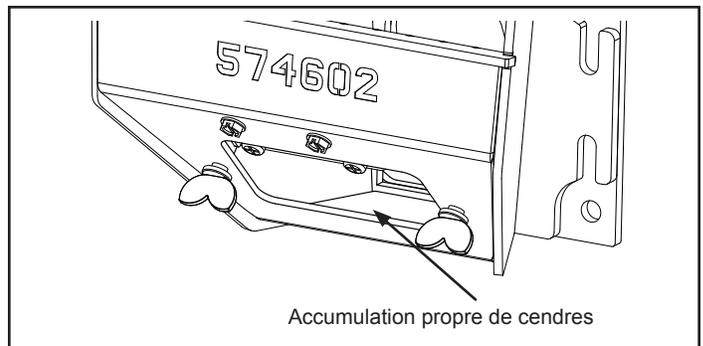

Figure 2.8
- Retirer le couvercle de nettoyage pour ouvrir la chambre de nettoyage inférieure. Figure 2.8